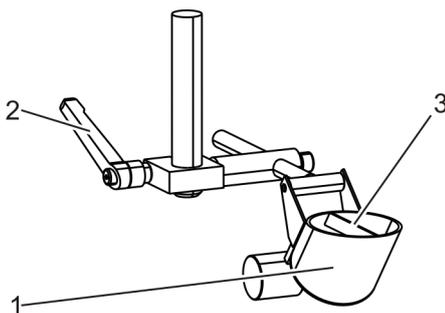

Abb. 36: Tropfenfänger
1. ➤ Klemmhebel (Abb. 36/2) des Tropfenfängers (Abb. 36/1) lösen.
2. ➤ Tropfenfänger (Abb. 36/1) so ausrichten, dass er mittig unter der Abfüllventilspitze steht.
3. ➤ Sicherstellen, dass zwischen dem tiefsten Punkt des Abfüllventils und dem Mittelsteg (Abb. 36/3) des Tropfenfängers ein geringer Abstand verbleibt, der eine einwandfreie Bewegung zulässt.
4. ➤ Klemmhebel (Abb. 36/2) im Uhrzeigersinn festziehen.